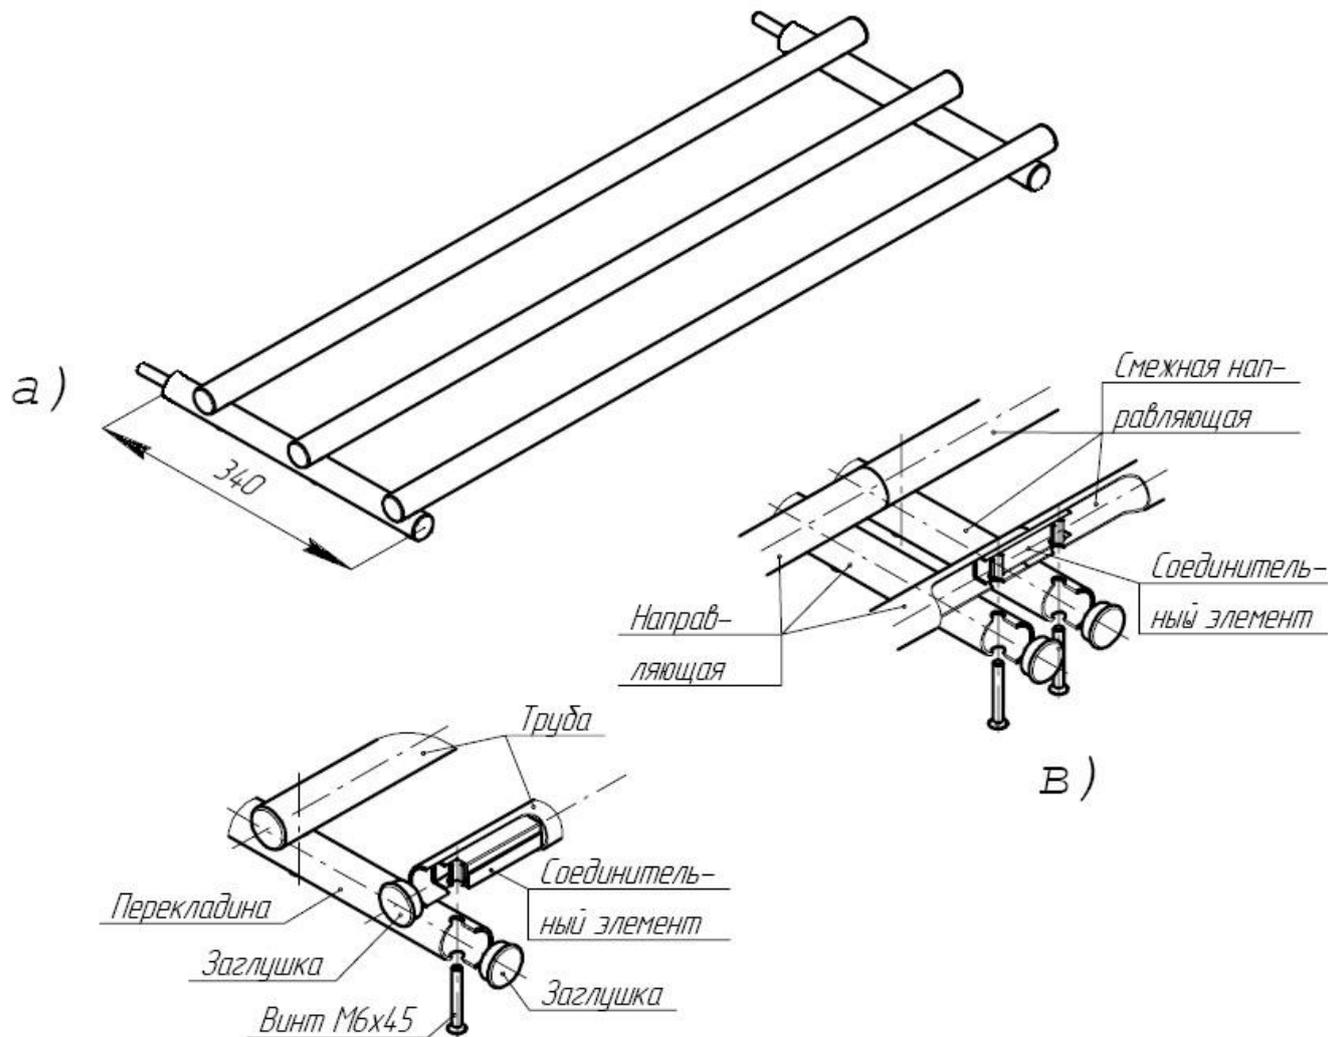

Рис. 5 Направляющая для подносов
После сборки в ЛР обеспечивается жесткое соединение соседних направляющих с минимальным отклонением труб от их соосности, что придаёт всей линии исключительную устойчивость к случайному смещению и опрокидыванию. На Рис. 5 приведена схема сборки направляющей.
– каждую из труб последовательно приложите к поперечинам так, чтобы их монтажные отверстия совпали и трубы были параллельны столешнице изделия; вставьте снизу винты М6х45 в отверстия поперечин и вверните их в резьбовые отверстия соединительных элементов (Рис. 5). Соединительные элементы нужно предварительно вставить в трубы резьбовыми отверстиями вниз (расположение соединителей внутри труб зависит от наличия/отсутствия смежного изделия из ЛР) после извлечения торцевых заглушек.